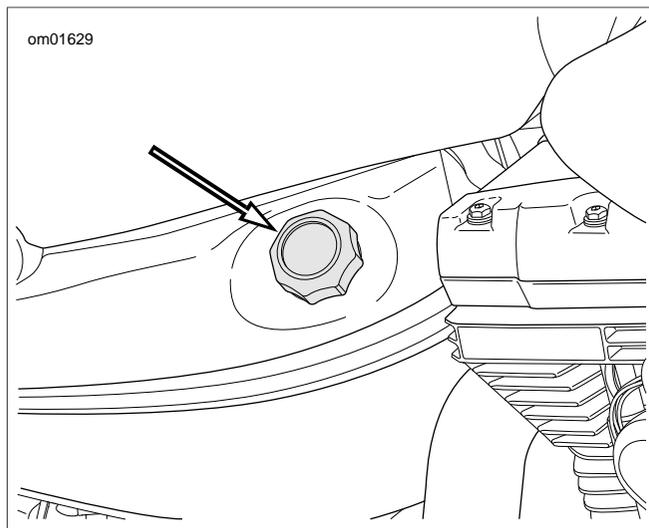

Abbildung 20. Motoröl-Einfüllverschlussstopfen/Ölmesstab
1. Siehe Abbildung 20. Für die Prüfung vor der Fahrt das Fahrzeug auf ebenem Boden auf dem Ständer abstützen, den Ölmesstab herausziehen und abwischen. Einfüllverschlussstopfen/Ölmesstab wieder auf Einfüllöffnung aufschrauben, bis dieser fest sitzt.
1. Siehe Abbildung 20. Den Einfüllverschlussstopfen/Ölmessstab abschrauben und herausziehen.